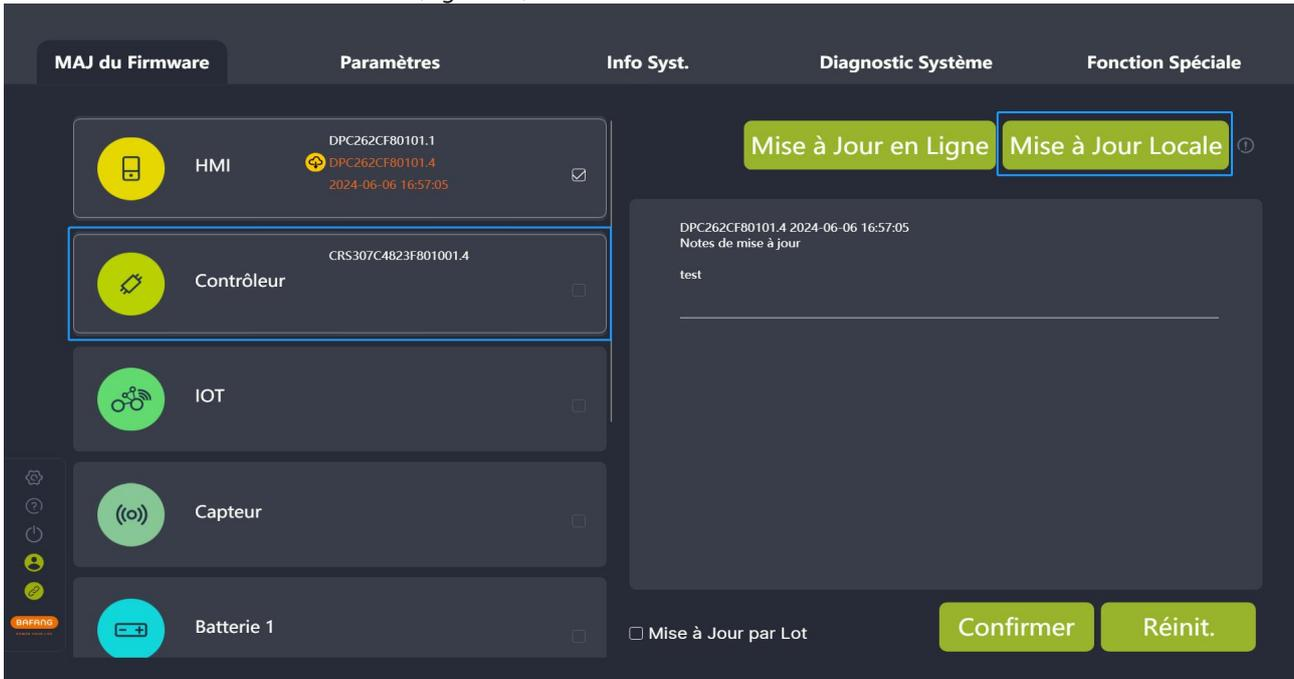

Fig. 4-10 Mise à jour locale
- (1) S'il s'agit d'une mise à jour locale : Cliquez sur "Mise à Jour Locale" pour sélectionner le firmware à mettre à jour localement (Fig.4-10).